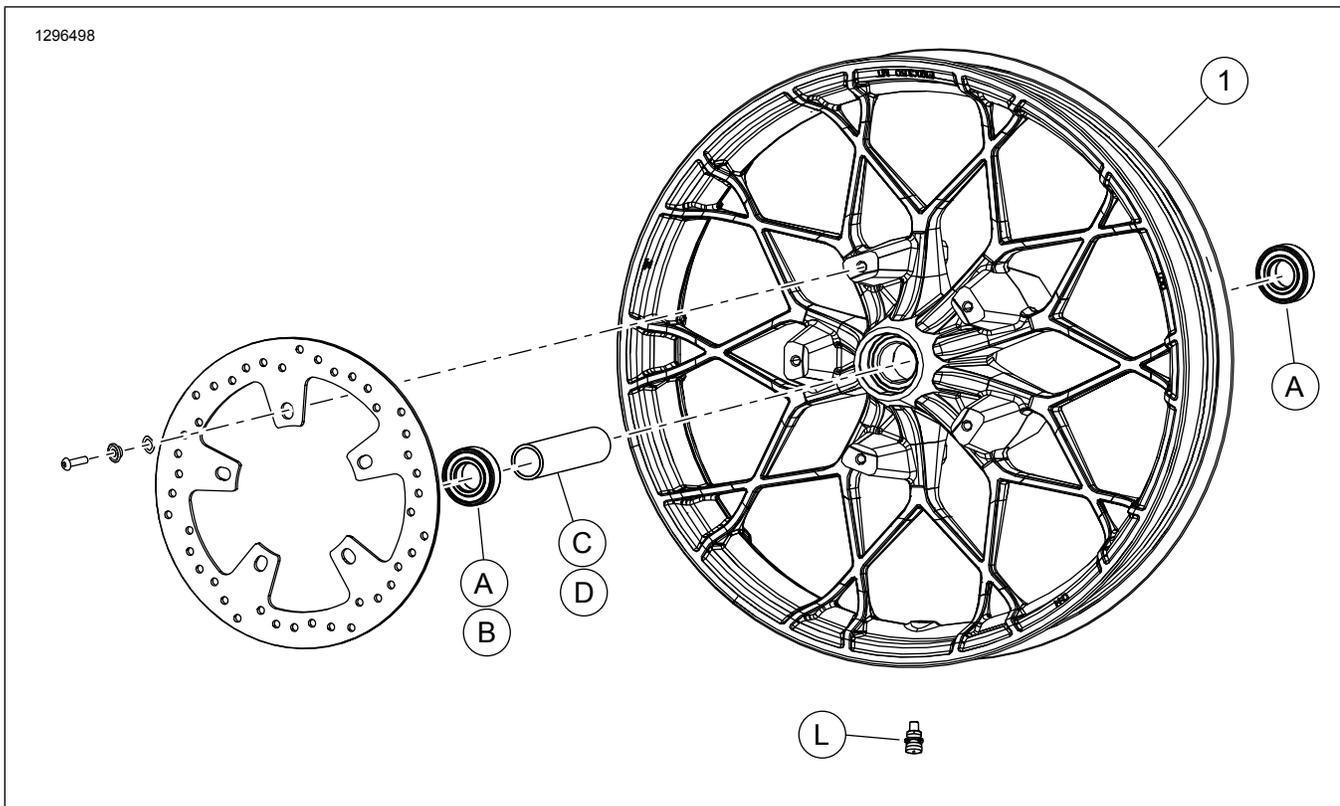

Figura 2. Piezas de servicio: Rueda delantera
Este kit incluye solamente la rueda Custom. Consulte la Figura 2 y la Tabla 2.
2. Ver Figura 2 . Instale el conjunto del vástago de la válvula (L) en la rueda. Consulte el manual de servicio.